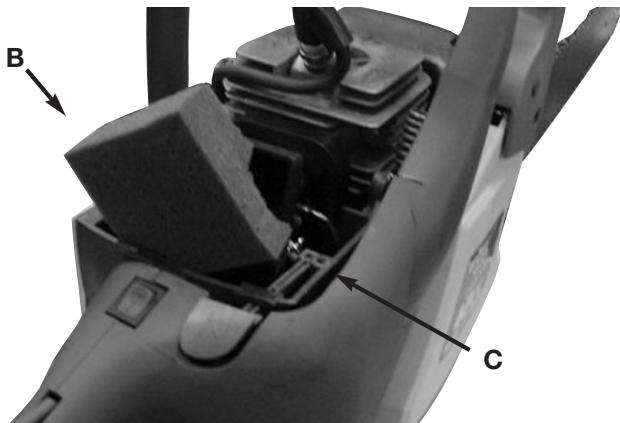

Fig. 26
2. Retirer le filtre (B) du boîtier (C) (Fig. 26).